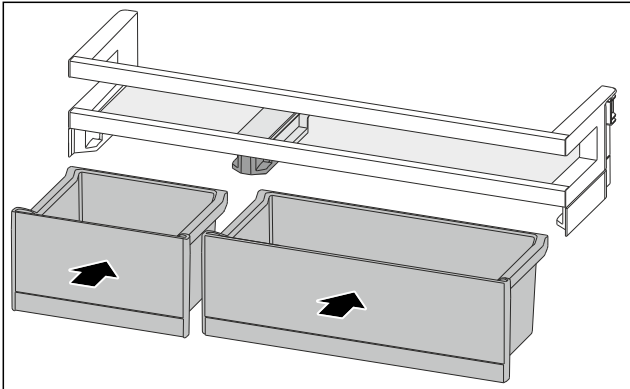

Fig. 90
- ▶ 排列互换后装入 VarioBox。〔参见 Fig. 90〕